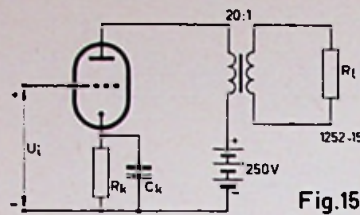

Fig. 15
3. Van de triode in fig. 15 is gegeven: